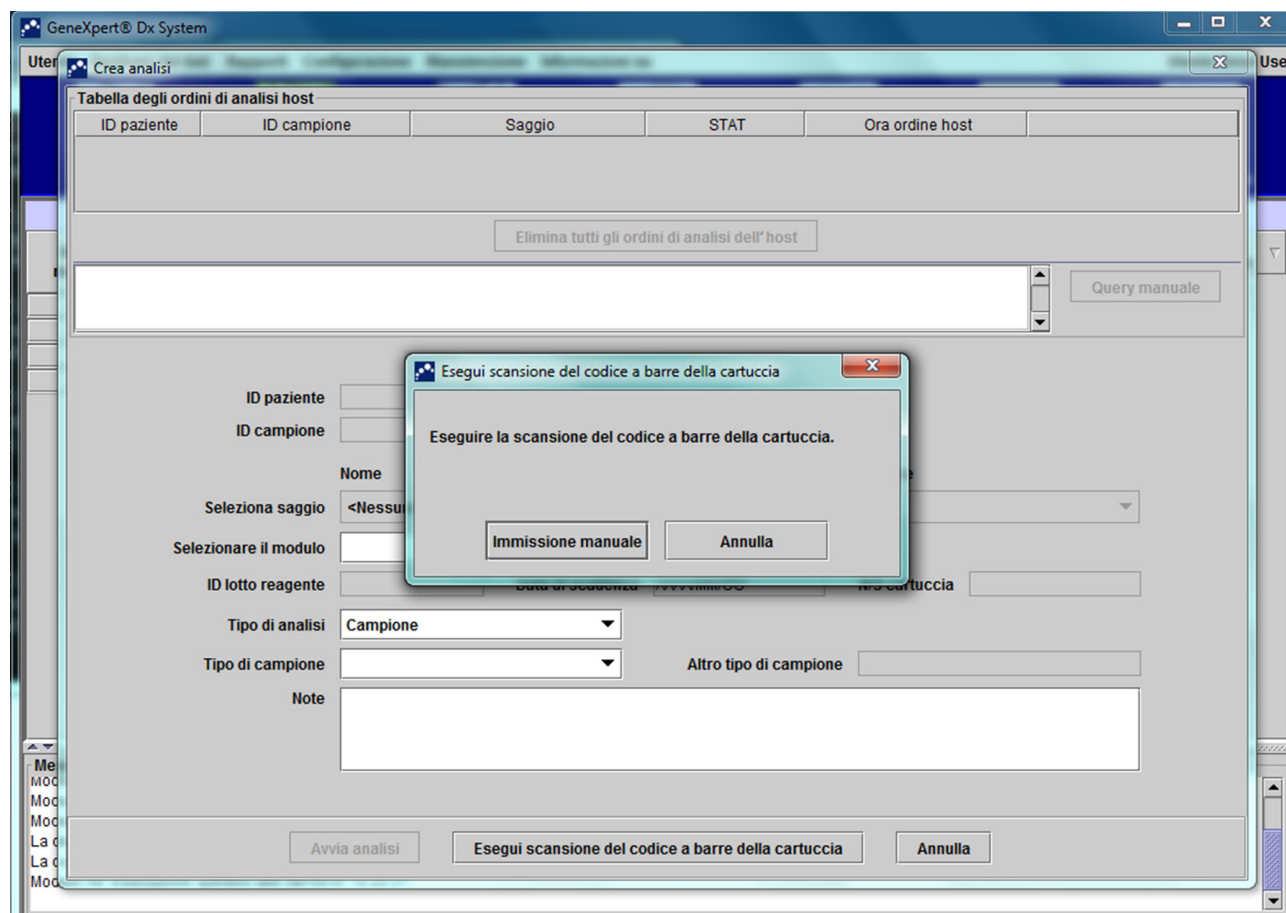

Figura 5-114. Tabella degli ordini di analisi host con sovrapposta la schermata Esegui la scansione del codice a barre della cartuccia
GeneXpert Dx System rivolgerà una query al sistema Cepheid Link per verificare l'esistenza dell'ordine nel sistema stesso. Se l'ordine esiste, verrà scaricato in GeneXpert Dx System. (Vedere la Figura 5-114.)
- Nella sezione **Tabella degli ordini di analisi host**, (vedere la Figura 5-114), esaminare l'ordine. Se necessario, immettere informazioni o note aggiuntive, quindi selezionare il pulsante **Avvia analisi**. Compare la schermata iniziale di GeneXpert, con un messaggio che chiede di caricare la cartuccia nel modulo evidenziato in verde. Vedere la Figura 5-115.